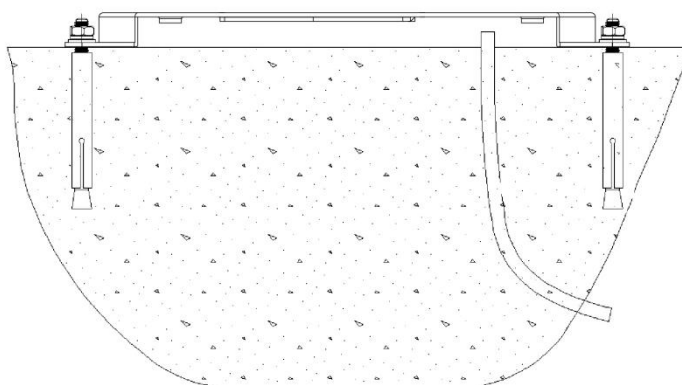

Рисунок 9
- Установите монтажную пластину и предварительно зафиксируйте ее, затяните гайки, добавив пружинные и плоские шайбы (см. рис. 9).